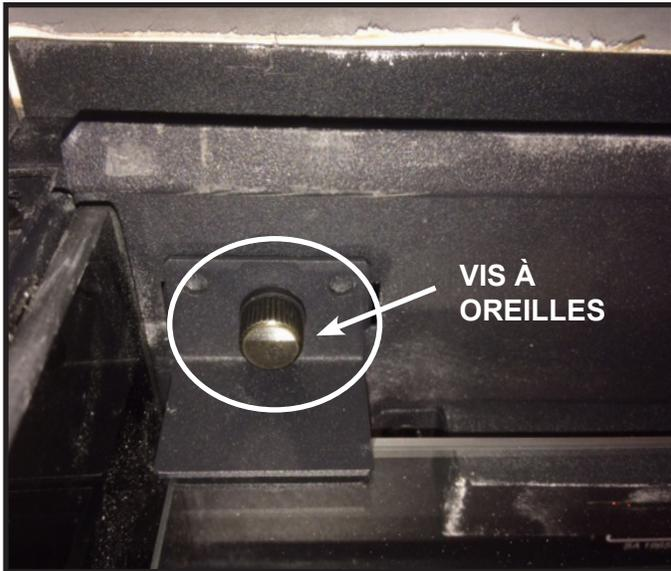

Figure 4.12 Démontage du panneau de verre et installation
Retirez les deux (2) vis à tête moletée ST5X8 et les supports de fixation. Voir la figure 4.12. Retirez le panneau de verre soigneusement. Placez le verre de côté en plaçant un bord sur une surface douce.
1. Vissez les deux (2) vis à tête moletée ST5X8 dans les trous filetés du panneau de verre. Vérifiez l'alignement du panneau de verre et serrez fermement les vis. Voir la figure 4.12.